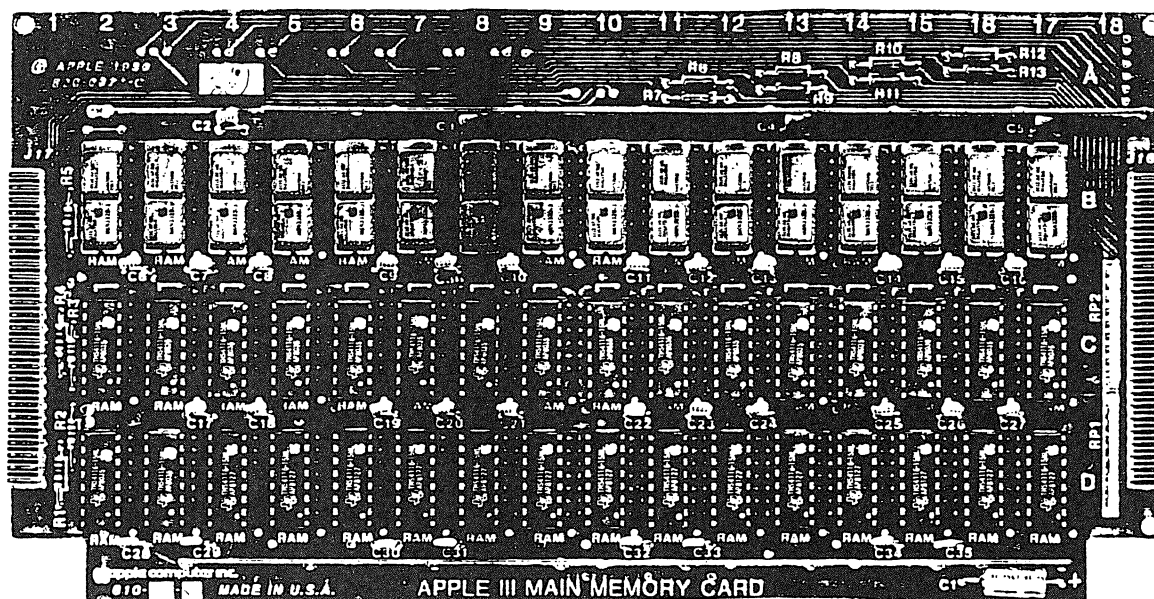

FIGURE 3 - PLAQUETTE DE 12V
- (1) Sélectionner la lettre correspondant à la capacité exacte de la mémoire.
- (2) Un message apparaîtra indiquant la capacité de mémoire sélectionnée. Si elle est exacte, appuyer sur la barre d'espacement et le test commencera. Si la capacité de mémoire est inexacte, appuyer sur la touche RETURN et un affichage réapparaîtra pour permettre de nouveau la sélection de la capacité de mémoire exacte.
4. Le test vérifiera alors la mémoire RAM et indiquera tout défaut. Le test de 12V indique les emplacements de la RAM en fonction d'une grille de lettres et de chiffres imprimée le long du côté et du haut de la plaquette de 12V (rangées B, C, D ; colonnes 2 à 17 : voir la figure 3).